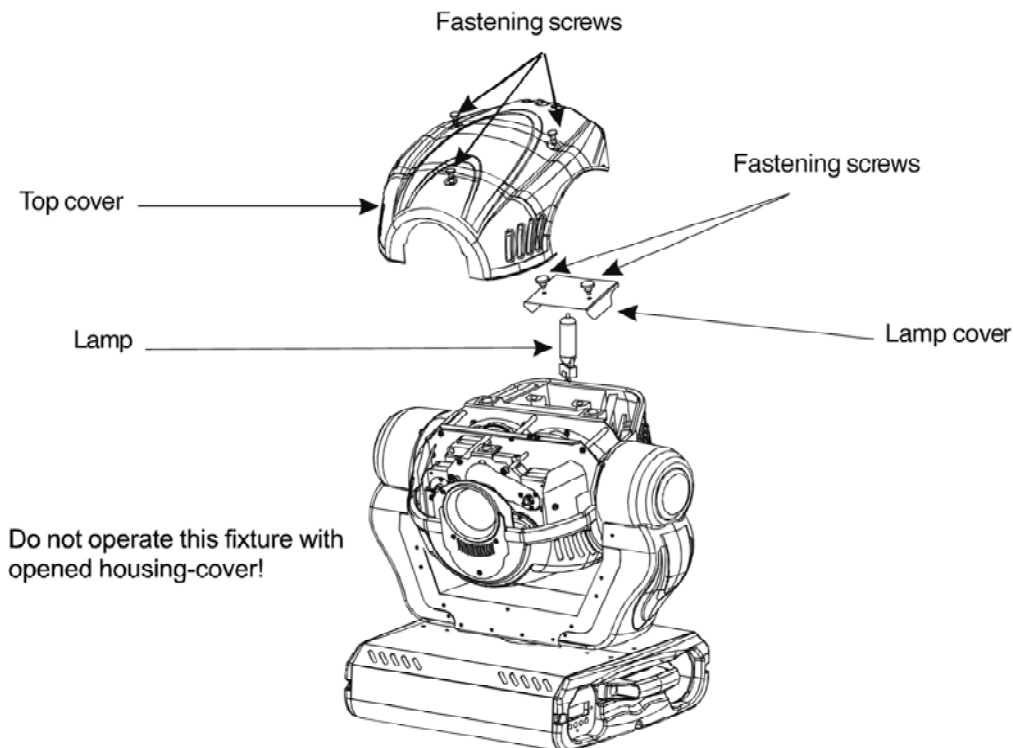

Abb. 3
3. Lesen Sie die Hinweise für die Lampen. Berühren Sie nicht das Glas der Glühbirne (Siehe Abb. 3). Fettige Fingerabdrücke auf dem Glas verkürzen die Lebensdauer der Lampen. (Wenn Sie das Glas berühren, wischen Sie es am besten mit einem sauberen, fusselfreien Tuch ab oder mit Waschbenzin).